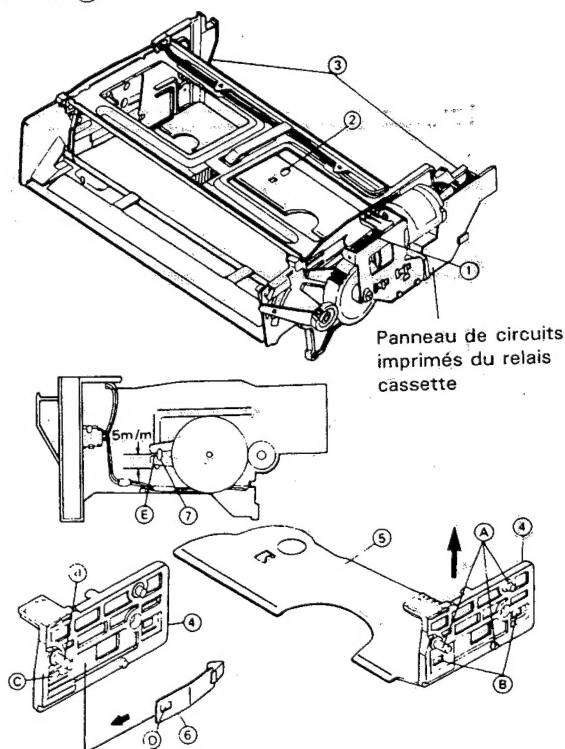

Figure 1-4.
• Démontage (Fig. 1-4)
1. Tourner le pignon de roue à vis sans fin ① dans le sens inverse des aiguilles d'une montre jusqu'à ce que l'élément de coulissage de cassette ② atteigne la position la plus reculée.
2. Déployer lentement les châssis droit et gauche ③ pour que les segments A de l'élément de coulissage de cassette ② ressortent par les trous des châssis gauche et droit.
3. Pousser les segments B du support d'élément de coulissage (droit) ④ et séparer le support de l'élément ⑤.
4. Dégager le levier de déverrouillage ⑥ du support d'élément de coulissage (droit).
• Remontage (Fig. 1-4)
1. Placer le levier de déverrouillage ⑥ sur le flanc droit du support d'élément de coulissage ④ et vérifier que le segment C de cet élément est bien engagé avec le trou D du levier de déverrouillage.
2. Déplacer le levier de déverrouillage de manière à ce qu'il vienne se loger à l'intérieur du segment interne de l'élément de coulissage de cassette ⑤.
3. Déployer les châssis droit et gauche et faire en sorte que les segments A de l'élément de coulissage de cassette soient engagés dans les gorges des châssis gauche et droit. Pour faciliter l'insertion, régler le bras menant (droit) ⑦ à 5 mm de la partie la plus reculée en tournant le pignon de roue à vis sans fin dans le sens des aiguilles d'une montre, pour commencer.
4. Quand toutes ces procédures sont terminées, vérifier que le segment a' de l'élément de coulissage de cassette est engagé avec la partie E du bras menant (droit) ⑦.